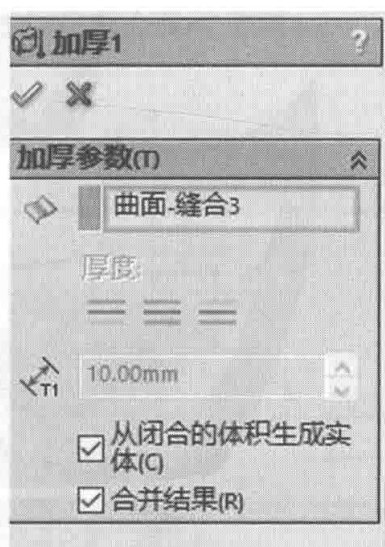

图 3-77 加厚界面
- (15) 选择“曲面→加厚”，对小黄鸭进行实体化，选择“从闭合的体积生成实体”，如图 3-77 所示。